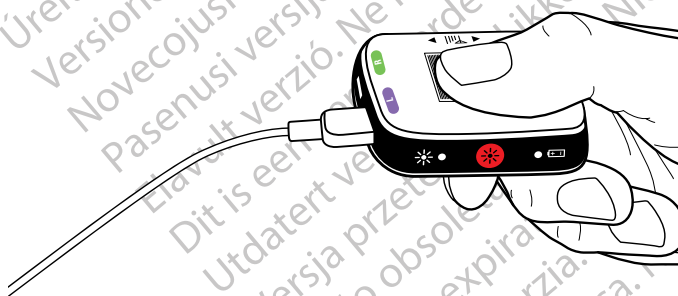

Рисунок 11. Подключение кабеля для операционной к ВПС 3
2. Подключите проксимальный конец удлинителя кабеля для операционной к порту ВПС 3 с меткой L, при этом дистальный конец кабеля для операционной должен оставаться в пределах стерильного поля (Рисунок 11).